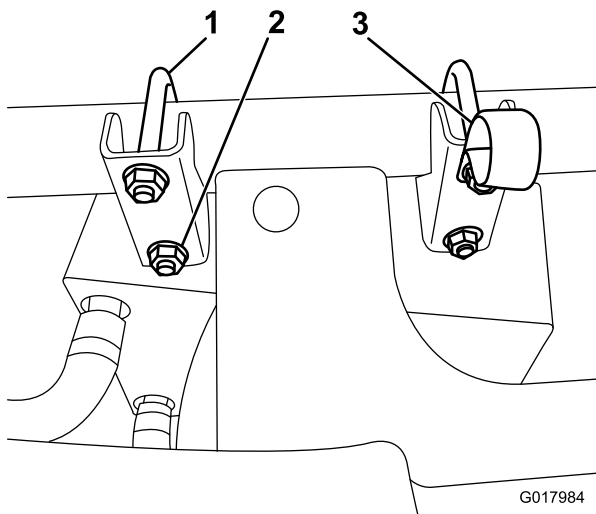

Figure 4
2. Fixez le chauffage et son support au tube de cadre avant à l'aide des étriers filetés carrés et des écrous à embase fournis (Figure 4).
3. Fixez le collier en R sous l'écrou supérieur le plus proche du centre du véhicule (Figure 4).